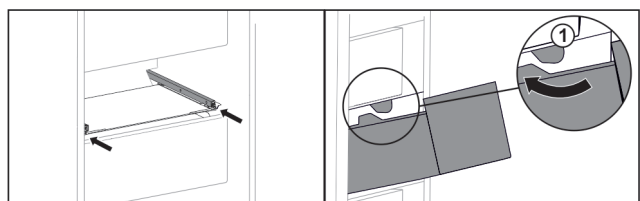

Fig. 100
- ▶ Far passare il cassetto intorno ai fermi Fig. 100 (1).